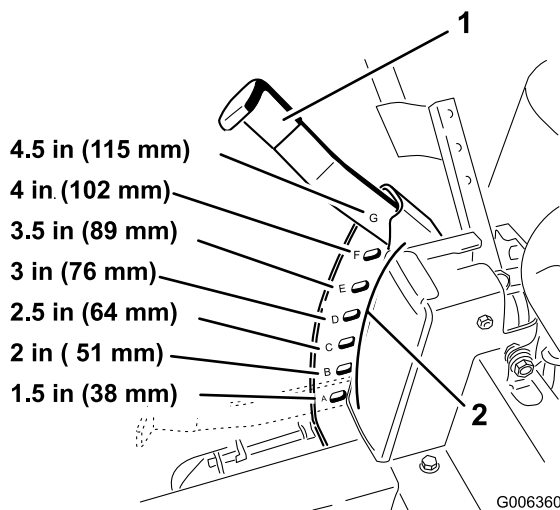

Figura 17
3. Levante la palanca de ajuste de la altura de corte a la posición de transporte, es decir, la posición de altura de corte **G** (que es también la posición de altura de corte de 4-1/2 pulgadas [115 mm]) (Figura 17).